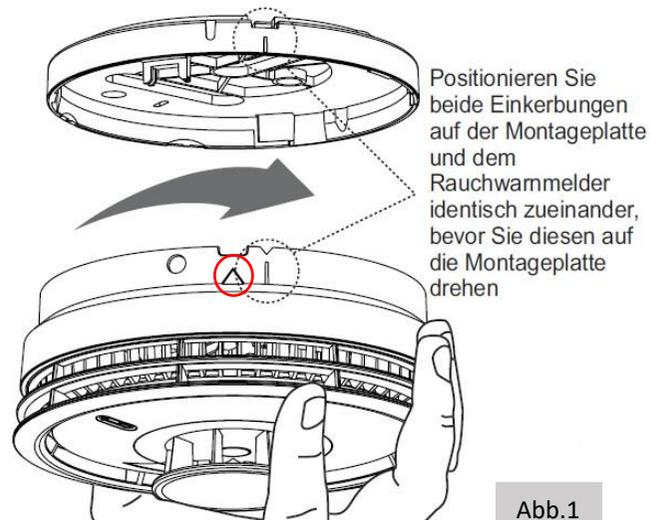

Abb.1
- Auf dem Gehäuse des Rauchwarnmelders sind Dreiecke abgebildet (siehe Abbildung 1, rot markiert). Direkt darüber befindet sich eine Sicherungsklammer. Diese Klammer muss nach oben gedrückt werden, um das Gehäuse von der Montageplatte abnehmen zu können.
- Den Rauchwarnmelder mit einer leichten Drehung im Uhrzeigersinn auf die vorhandene Montageplatte einsetzen, bis ein hörbares „Klick“-Geräusch ertönt, was bestätigt, dass der Melder korrekt in der Montageplatte angebracht ist. (siehe Abbildung 1)